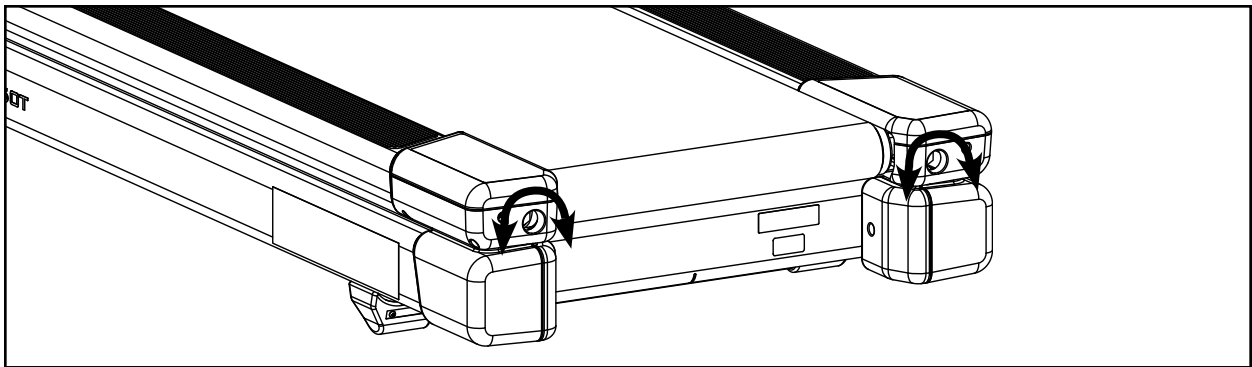

Figure 1
- A. A l'aide d'une clé à douille de 3/4 po, tournez chaque boulon d'un demi-tour dans le sens des aiguilles d'une montre. Reportez-vous à la figure 1. **REMARQUE** : Assurez-vous d'ajuster tous les boulons uniformément de chaque côté.